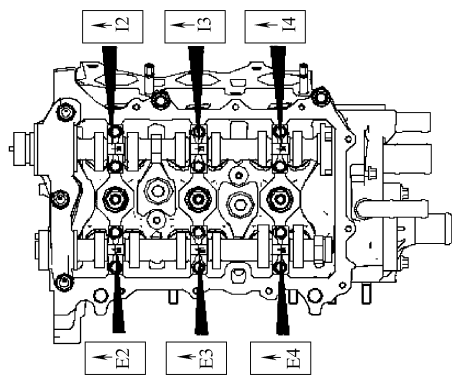

图 1-10 进排气凸轮轴安装顺序
19) 装配进排气凸轮轴轴承盖和 1 号凸轮轴轴承盖。检查所有轴承盖朝前记号及数字。按照拆卸相反顺序分数次拧紧凸轮轴轴承盖和 1 号凸轮轴轴承盖, 拧紧力矩分别为 $(13 \pm 2) \text{N} \cdot \text{m}$, $(25 \pm 3) \text{N} \cdot \text{m}$, 如图 1-10 所示。